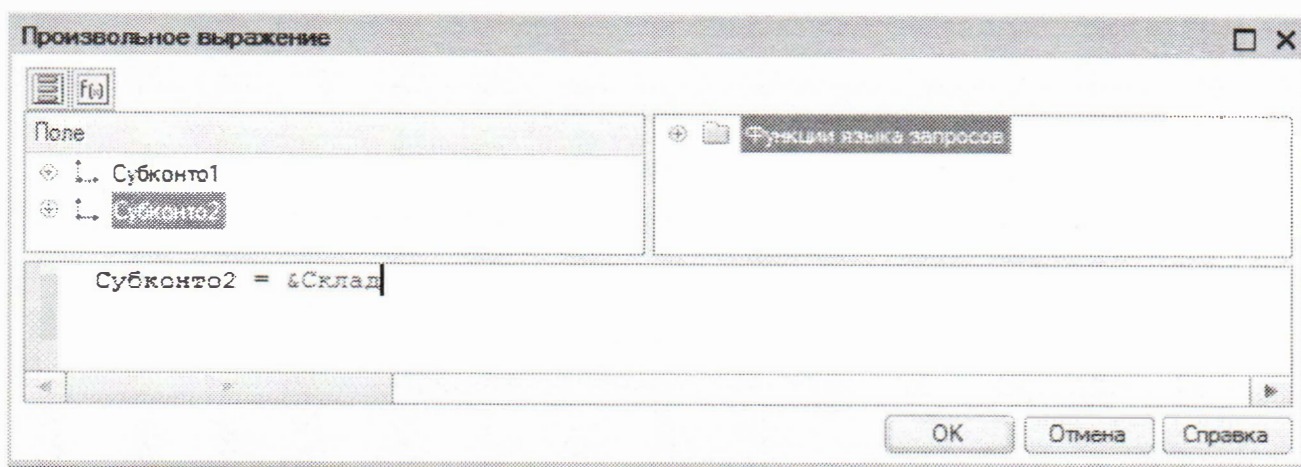

Рисунок 453
– Условие - поскольку аналитика ведется в разрезе номенклатуры и склада, то условие будет накладываться на субконто1 и субконто2 (Рисунок 453):